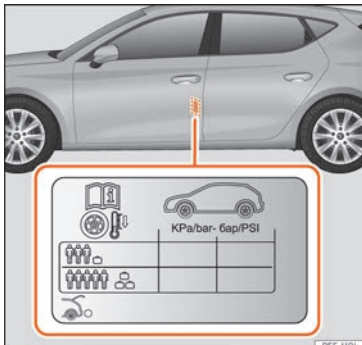

Fig. 209 Emplacement de l'adhésif de gonflage des pneus.
- Si le véhicule est fortement chargé, adaptez la pression des pneus en conséquence »» **fig. 209**.
Les valeurs de pression de gonflage figurent sur l'étiquette adhésive située sur la face arrière du cadre de la porte avant gauche »» **fig. 209**.
Adaptez la pression de gonflage des pneus à la charge du véhicule. Si le véhicule est chargé au maximum, vous devez augmenter la pression de gonflage jusqu'à la valeur maximale de charge indiquée sur l'étiquette adhésive »» **fig. 209**.
Dans le cas d'une roue de secours de taille réduite (125/70 R16 ou 125/70 R18), la gonfler à une pression de 4,2 bar comme indiqué sur l'autocollant de pression des pneus »» **fig. 209**.
- Le conducteur est responsable de la pression correcte de tous les pneus de son véhicule. La pression de gonflage recommandée est indiquée sur un autocollant » » fig. 209.
- Sur les pneus à froid, la pression devra toujours être celle indiquée sur l'autocollant » » fig. 209.